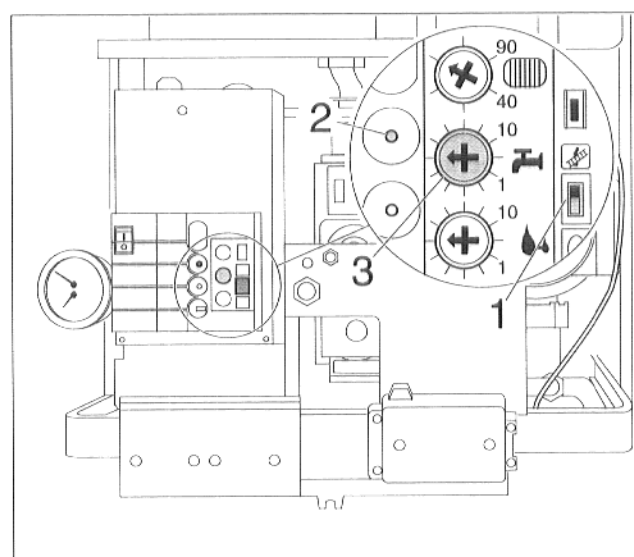

Abb. 38 Voreinstellung für „Brennerdruck messen“
- Schornsteinfegerschalter (Abb. 38, Pos. 1) in Stellung Schornsteinfegersymbol bringen (Display: „-/A“).
- Servicetaste (Abb. 38, Pos. 2) drücken und ca. 10 s gedrückt halten (Display: „-/Y“).
- Regler für Brauchwasser (Abb. 38, Pos. 3) auf „1“ stellen.